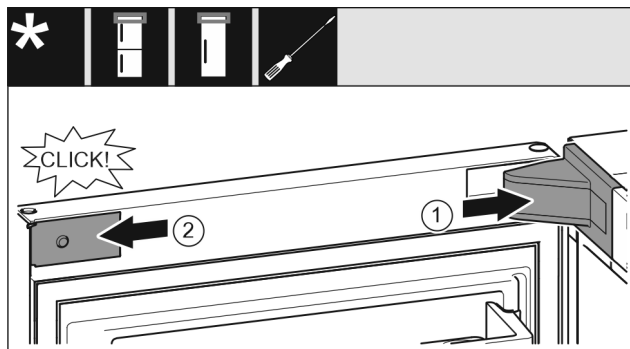

Fig. 63
- ▶ Namestite pokrov ležajnega podstavka Fig. 63 (1) in ga zaskočite, po potrebi ga previdno potisnite narazen.
- ▶ Namestite zaslonko Fig. 63 (2) in jo zatakните.